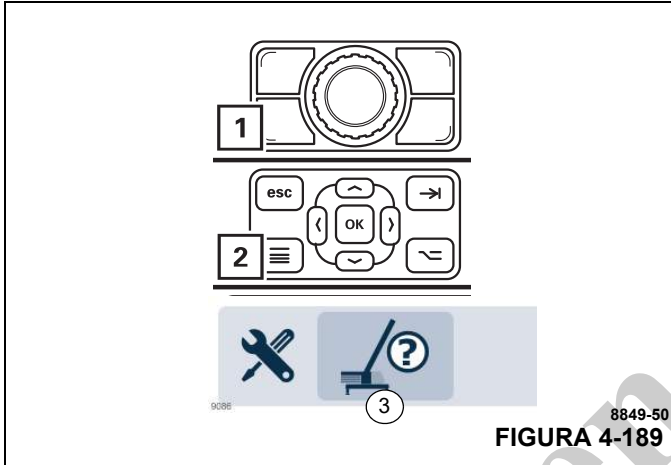

FIGURA 4-189
Se precisar corrigir os valores, pressione o botão (1, Figura 4-189) ou (2) e abra o menu Inserir modo de montagem (3).